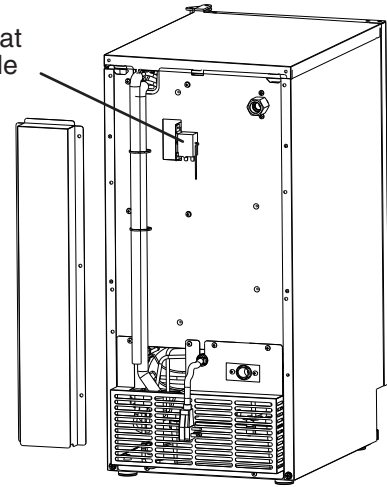

Fig. 33
10. Pour confirmer le fonctionnement du contrôle du bac, maintenez la glace en contact avec l'ampoule du thermostat de contrôle du bac. **REMARQUE!** Si la machine à glaçons ne s'arrête pas dans les 10 secondes, le thermostat de contrôle du bac doit être réglé. L'installation à des endroits plus élevés est plus susceptible de nécessiter un ajustement. Voir Fig. 33.